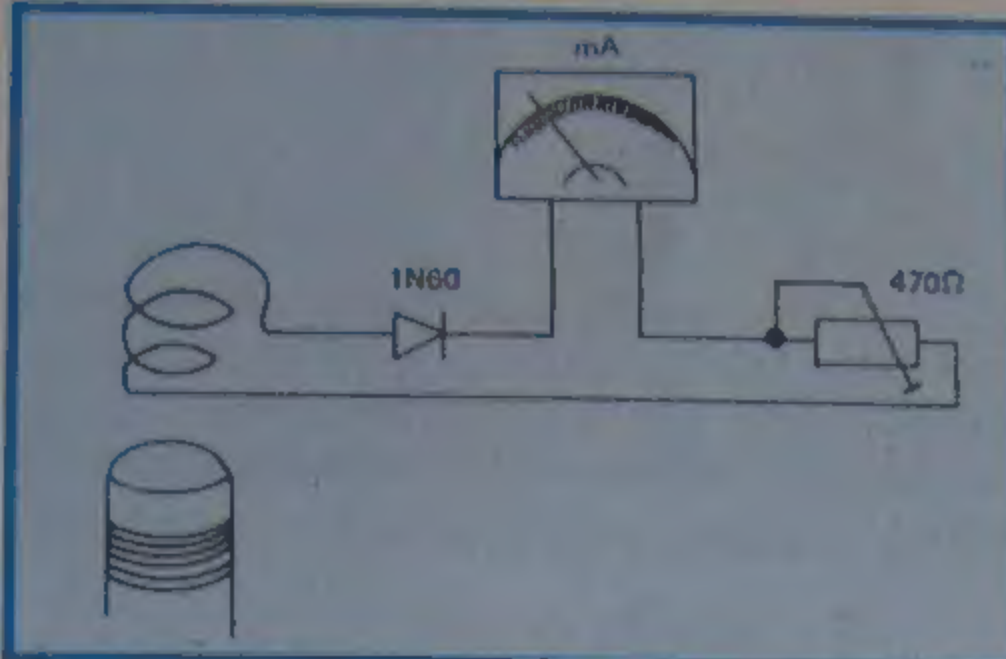

Figura 23 - Outra maneira de se realizar a sintonia
microamperímetro (VU) de 200 μ A ou o multímetro na escala mais baixa de correntes, com um diodo detetor, conforme mostra a figura 23.